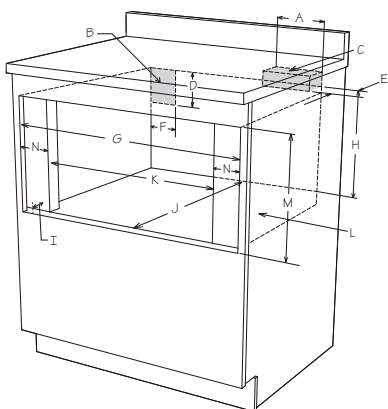

Figure 2
1. Préparer l'ouverture de l'armoire comme illustré à la Figure 2.